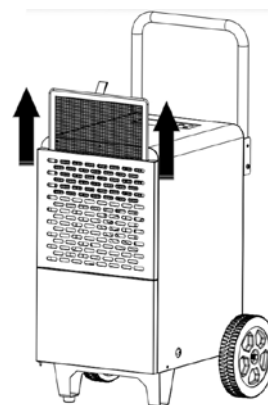

Fig. 11
- Rimuovere il filtro dell'aria (Fig. 11).